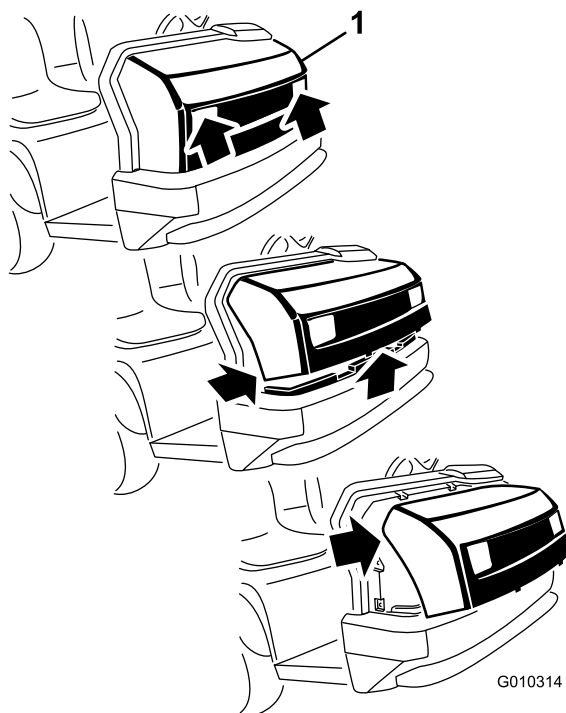

Figure 28
de fixation supérieures des fentes du cadre (Figure 28).
3. Faites pivoter le haut du capot en avant et débranchez les connecteurs des fils des phares (Figure 28).
2. Insérez les pattes de fixation supérieures dans les fentes du cadre (Figure 28).
3. Insérez les languettes de montage inférieures dans les fentes du cadre (Figure 28).
1. Saisissez le capot par les ouvertures des phares et soulevez-le pour dégager les pattes de fixation inférieures des fentes du cadre (Figure 28).